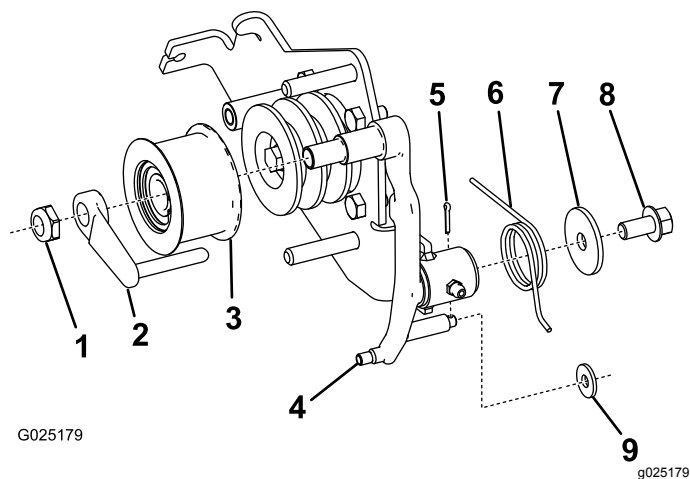

図 2
4. 新しいクラッチブラケットに新しいクラッチレバーを取り付ける古いクラッチレバーから外したトルクスプリング、ワッシャ、ボルトを再利用する図 2。